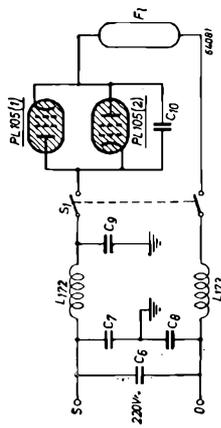

Fig. 7 - Filtro per la soppressione delle interferenze con le stazioni della radiodiffusione.
L'interferenza può prodursi in due modi e cioè per trasmissione attraverso la linea e per radiazione del dispositivo di spegnimento delle lampade fluorescenti. La prima di queste cause è la più importante e viene soppressa con la massima efficacia mediante il filtro illustrato in fig. 7. A questo filtro si deve aggiungere un condensatore da  $0,01 \mu F$  in parallelo ai thyatrons. Il filtro sarà preferibilmente montato entro la medesima cassetta che contiene il di-
- L172, L173 (fig. 7) — Induttanza circa 600  $\mu H$ :